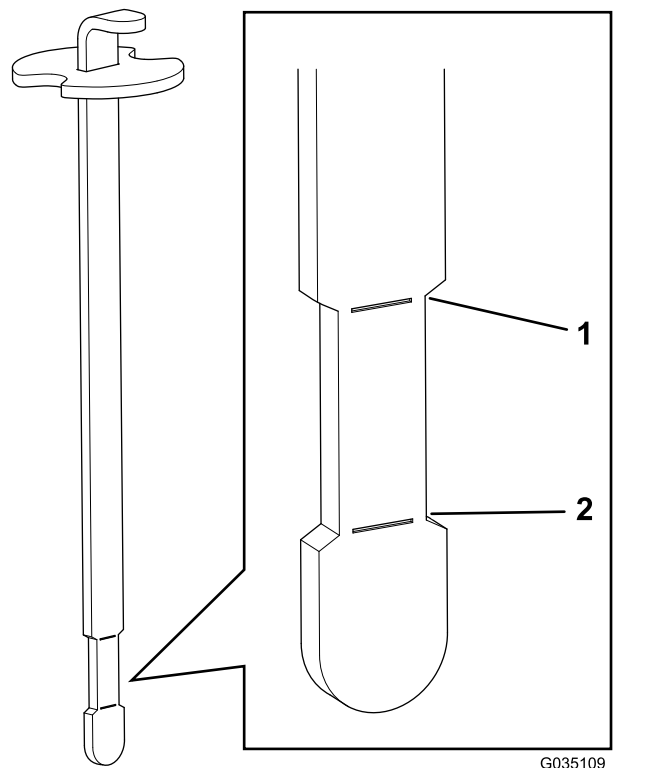

Figura 43
6. Introduza a vareta no tubo de enchimento, retire-a e verifique o nível do fluido (Figura 43).